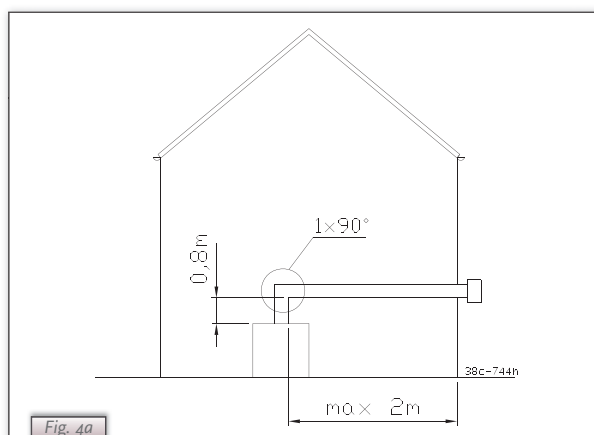

Fig. 4a
- ➡ Bij toepassing van 0,8 meter verticale pijplengte mag de totale horizontale pijplengte maximaal 2 meter bedragen (exclusief geveldoorvoer; zie Fig. 4a);
b) 0,8 meter verticale pijplengte in combinatie met een 90° bocht en maximaal 2 meter horizontale pijplengte en een muurdoorvoer (zie Fig. 4a).